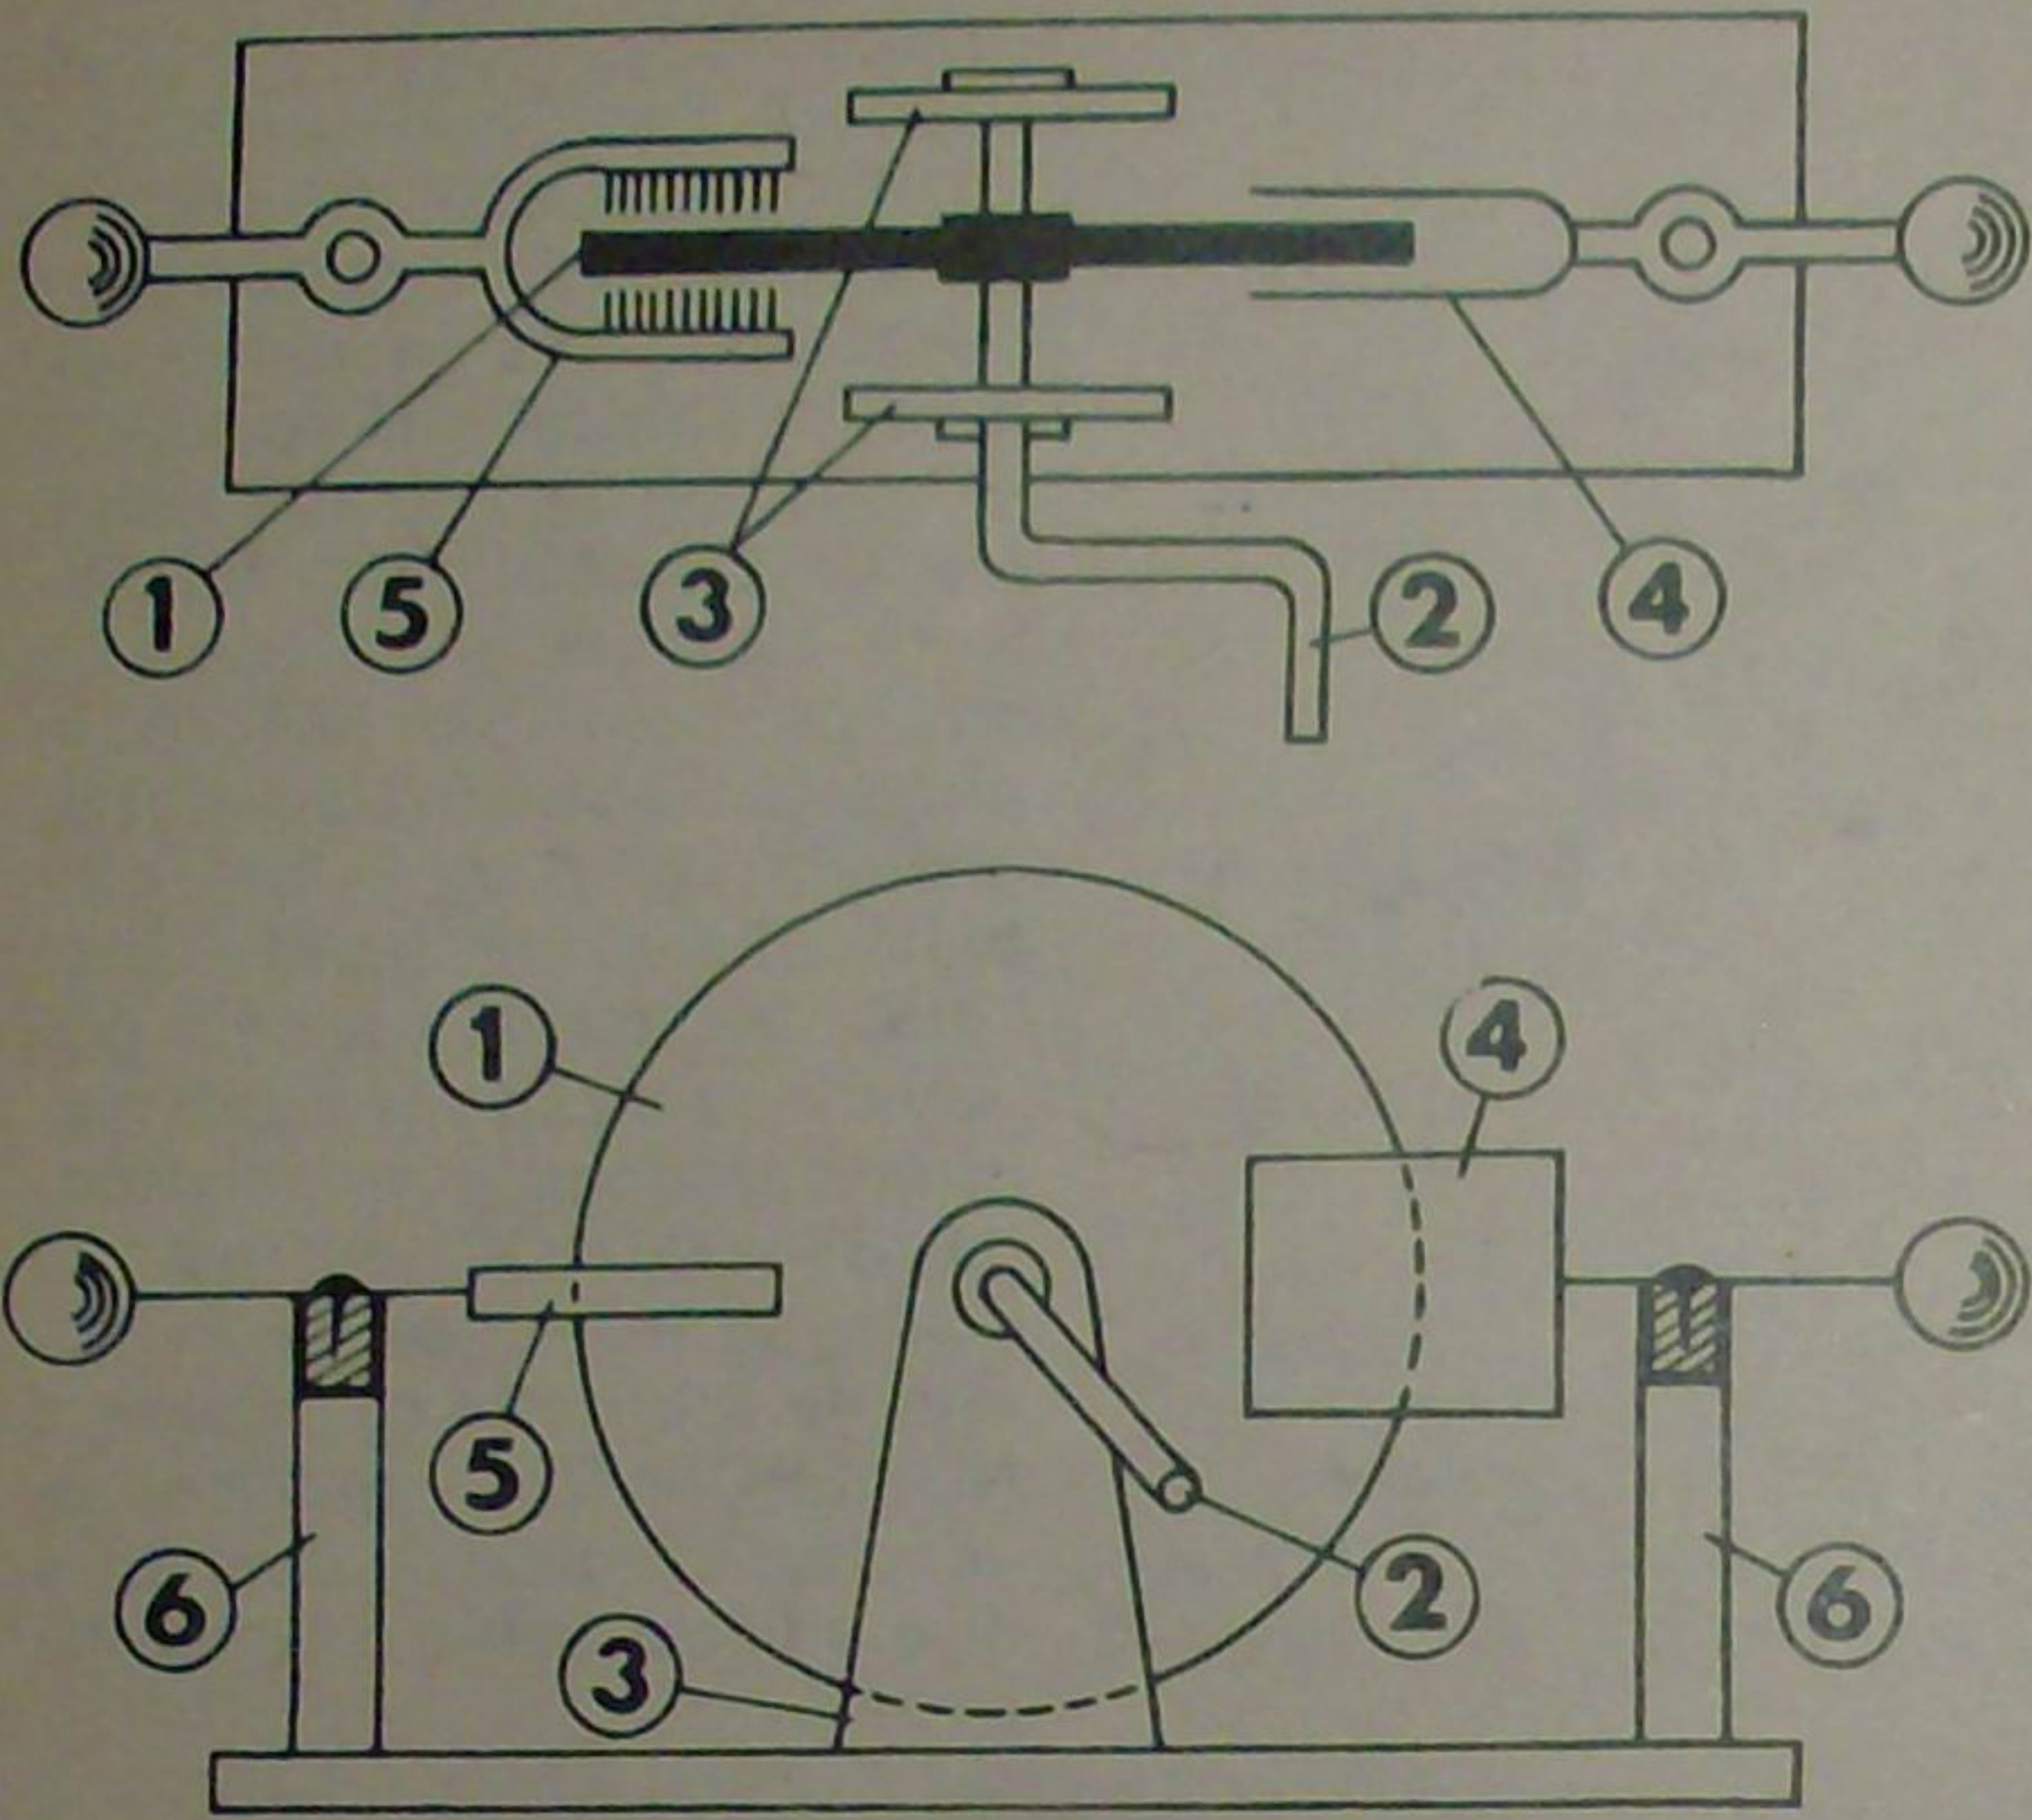

Fig. 1
Mașina (fig. 1) este alcătuită dintr-un disc (1) din sticlă, plexiglas ori alt material plastic, care se rotește pe un ax-manivelă (2) și este susținut de doi suporturi (3) din lemn. În timpul rotirii, discul se freacă de două blănițe (4) și se electrizează. Electricitatea produsă, determină, prin influență, în bila de la capătul pieptenului (5) sarcini electrice de semn contrar